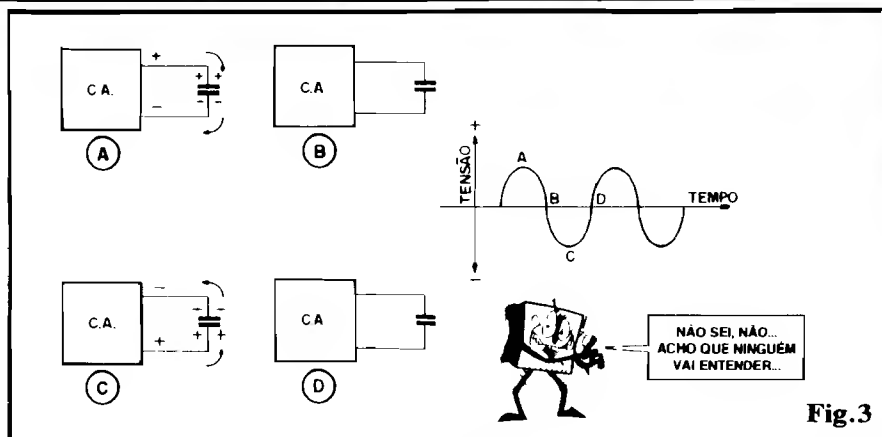

Fig. 3
- **FIG. 3** - O diagrama mostra, em 4 "momentos" fotografados a intervalos regulares, um Capacitor acoplado aos terminais de uma fonte de C.A., juntamente com um gráfico das Tensões, na representação da "forma de onda" (Tensão/Tempo), com cada um desses "instantes" nitidamente demarcado... Em 3-A o terminal "de cima" da fonte está positivo, o mesmo ocorrendo com a placa superior do Capacitor. A "carga" ocorre, com o sentido da Corrente indicado pelas setinhas... Em 3-B, durante um brevíssimo instante, a Tensão nos terminais da fonte será "zero"... Em seguida, no instante 3-C, a polaridade nos terminais da dita fonte "retorna", porém invertida, com o que o fluxo das Correntes também se inverte, promovendo a "descarga" do Capacitor... Segue-se o instante 3-D, quando novamente a Tensão nos terminais da fonte passa por um "momento zero"... Em seguida, tudo recomeça, como em 3-A, e assim a "coisa vai"... Observem, então, que graças às periódicas cargas/descargas do Capacitor, a Corrente na realidade **flui**, "anda" pelo circuito (apenas